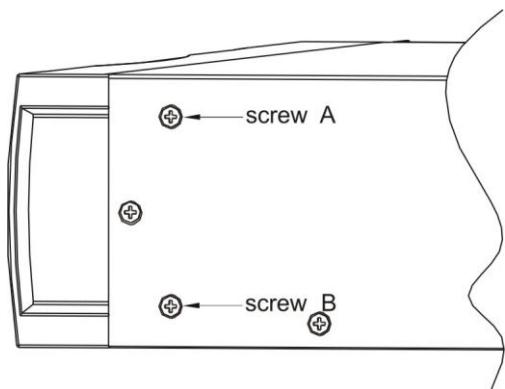

Рис. 10 Установка сборной консоли
- ③ вкручивать два шрупса М4, как показано на Рис. 10 (симметрично с двух сторон, всего четыре).